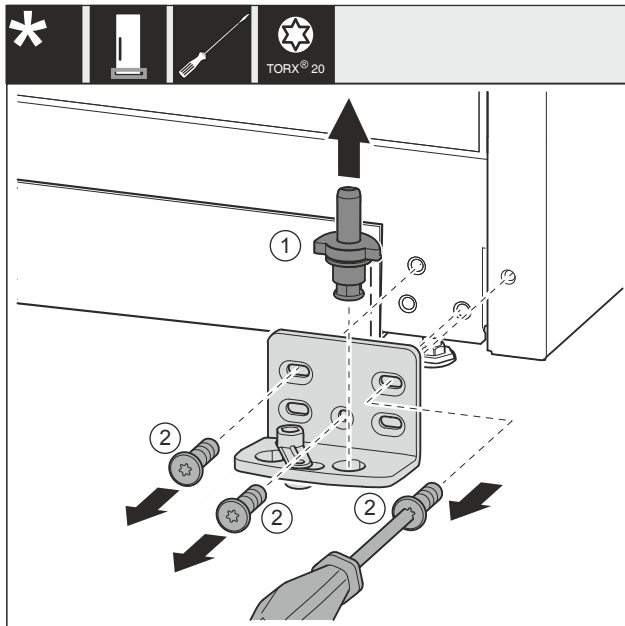

Fig. 22
- Retirer entièrement l'axe de palier Fig. 22 (1) par le haut.
- Desserrer les vis Fig. 22 (2) avec un tournevis et retirer le support de palier.